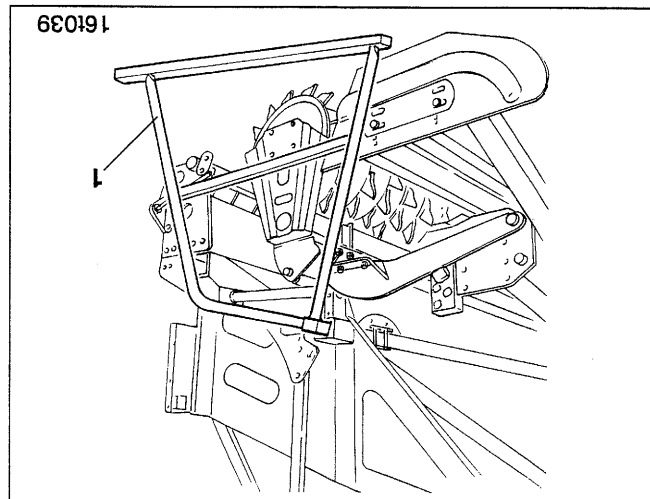

Fig. 22.6
- Levez l'ensemble de la combinaison et démontez les béquilles de remisage (fig. 22.6/1).